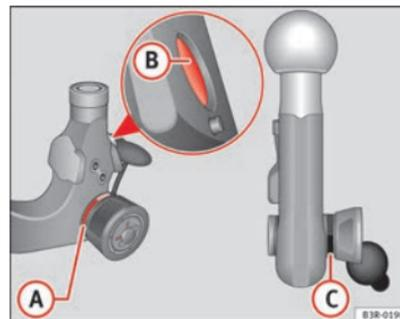

Fig. 154 Dispositivo de reboque desmontável: Rótula
- Verifique se a marca vermelha **(A)** ⇒ Fig. 154 da roda recartilhada se encontra na zona preta da rótula.